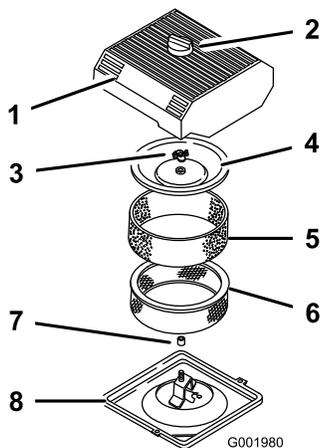

Figura 41
3. Para evitar qualquer dano, limpe à volta do filtro de ar para impedir a entrada de impurezas para o interior do motor (Figura 41).
- Desaperte o botão existente na parte superior do filtro de ar e retire a cobertura (Figura 41).
- Retire cuidadosamente o filtro de esponja, passando pelo filtro de papel (Figura 41).
- Desaparafuse a porca da cobertura e retire a cobertura e o filtro de papel (Figura 41).
- Coloque cuidadosamente o filtro de esponja, passando pelo filtro de papel (Figura 41).
- Coloque a porca da cobertura e aperte contra a cobertura (Figura 41).
- Coloque a cobertura do filtro de ar e o botão (Figura 41).